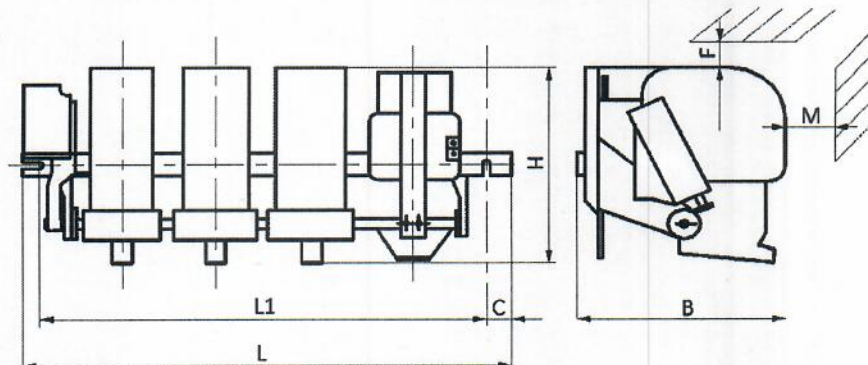

Рисунок 2. Габаритные и установочные размеры контактора
3.3. Габаритные и установочные размеры контактора Таблица 4 и внешний вид приведены на Рис. 2.